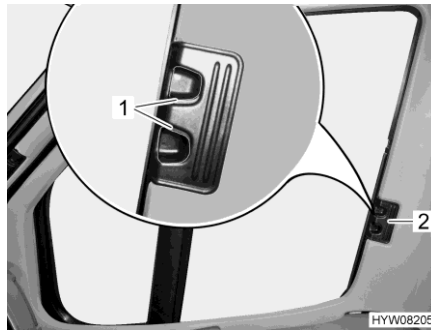

Bild 82 Plisségardin (förar-/passagerarfönster)
- Tryck in låshandtagen (Bild 82,1) och håll dem intryckta.
- Ta tag i handtaget (Bild 82,2) och dra plisségardinerna för förar-/och passagerarfönstret till den andra fönstersidan och fäst med magnetrem-sorna.
- Ta tag i handtaget (Bild 82,2) till plisségardinerna för förarfönstret och passagerarfönstret och skjut in dem så långt det går.
- Släpp låshandtagen (Bild 82,1) och låt dem haka fast.